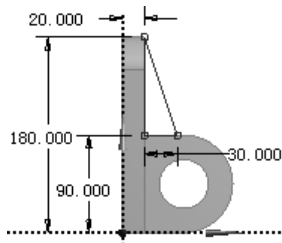

图 3.3.20 截面草图 Sketch3
(1) 绘制 Sketch3。在“草图绘制”工具条中的 **XYPlane** 下拉列表中选择 **ZXPlane** 平面作为草图平面，单击“New Sketch”按钮 ，绘制图 3.3.20 所示的截面草图 Sketch3。